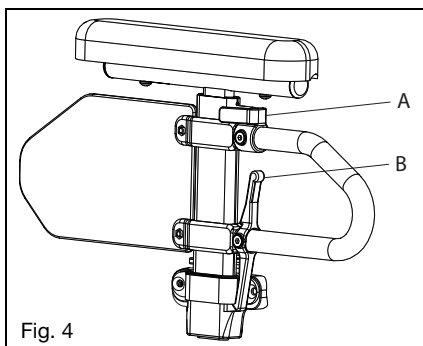

Fig. 4
- b. El apoyabrazos se fijará automáticamente en su lugar. Verifique que la palanca de bloqueo esté como se muestra (Fig. 4:B).
- a. Gire la palanca de liberación (Fig. 4:A).
- d. Empuje la almohadilla hasta que la parte superior del brazo quede bien sujeta en su lugar. Verifique que la palanca de bloqueo esté como se muestra (Fig. 4:A).
- a. Presione la palanca de liberación (Fig. 4: B) y extraiga el apoyabrazos.